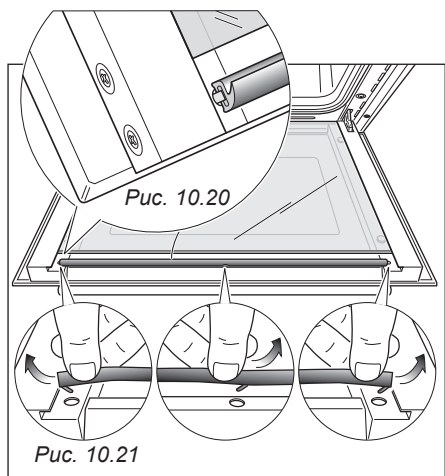

Рис. 10.21
- Установите уплотнительную прокладку на прежнее место (Рис 10.20), введя 3 (три) крепежных крючка в соответствующие отверстия (Рис. 10.21).